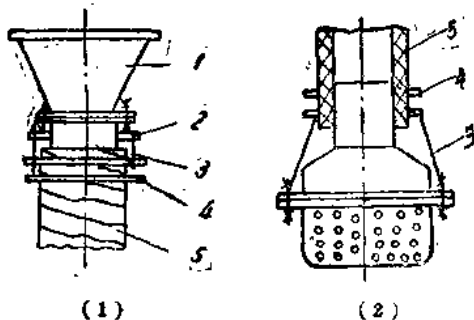

图 6
(2)将吸水龍頭或吸水胶管用鉄卡子卡住，同时用鉄絲与短节管子的鉄鉤联结在一起，如图6所示。